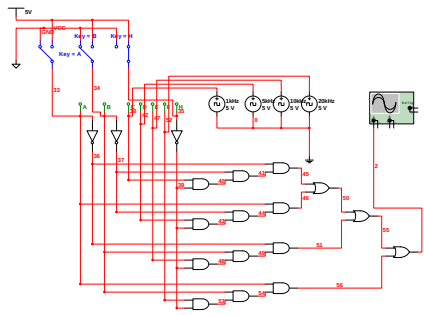
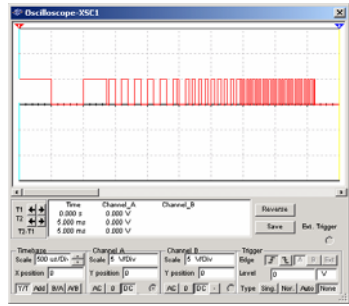

图 5-78 由逻辑函数生成电路
图 5-79 逻辑电路仿真结果
4) 用逻辑转换仪来实现此逻辑电路功能。首先，打开逻辑转换仪，然后在面板下方的逻辑表达式中填上逻辑函数 $A'B'CH'+AB'DH'+A'BEH'+ABFH'$ ，再按一下由逻辑表达式转为逻辑电路的按钮，电路图就画出来了，如图 5-78 所示。如图 5-79 所示是交互式仿真结果，其中 C 路输入频率为 1kHz、D 路输入频率为 6kHz、E 路输入频率为 10kHz、F 路输入频率为 20kHz。